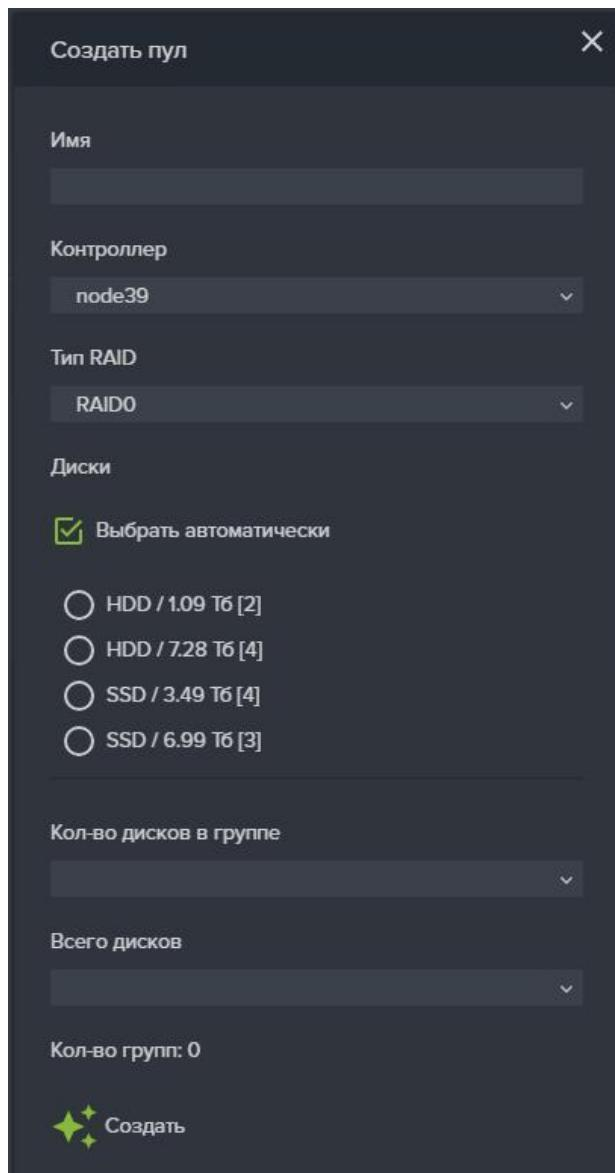

Рисунок 29 – Настройки автоматически создаваемого пула
- Выберите пункт «**Выбрать автоматически**». При этом окно создания пула примет вид как на Рисунок 29.